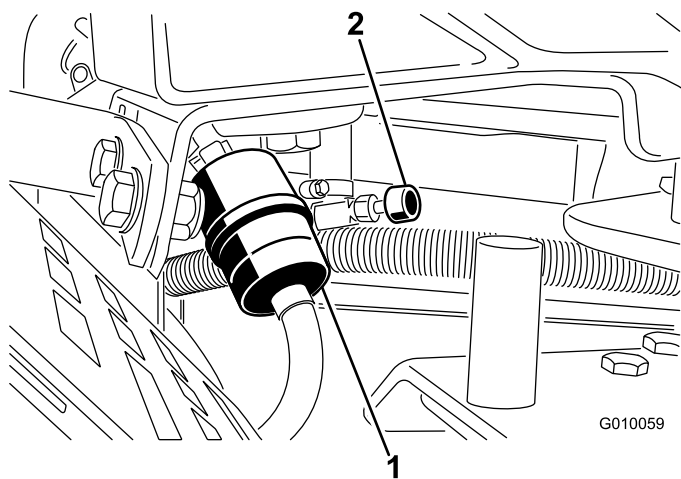

Рисунок 50
2. Закройте клапан отключения подачи топлива (Рисунок 50).
3. Ослабьте шланговый хомут на топливном фильтре и отодвиньте его по топливному трубопроводу от фильтра (Рисунок 50).
4. Отсоедините топливный трубопровод от топливного фильтра (Рисунок 50). Откройте клапан отключения подачи топлива и дайте топливу стечь в канистру или сливной поддон.
5. Установите топливный трубопровод на топливный фильтр. Передвиньте шланговый хомут к топливному фильтру, чтобы закрепить топливный трубопровод (Рисунок 50).
3. Сожмите концы шланговых хомутов и сдвиньте их с фильтра (Рисунок 50).
5. Установите новый фильтр и передвиньте шланговые хомуты ближе к фильтру (Рисунок 50).
7. Откройте клапан отключения подачи топлива (Рисунок 50).